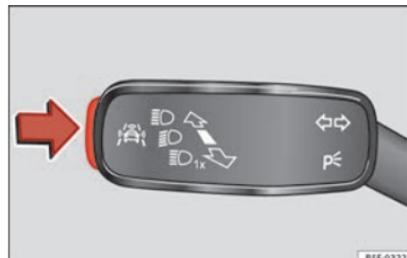

Fig. 44 Sur le levier des clignotants et des feux de route : touche des systèmes d'aide à la conduite.
- Appuyez brièvement sur la touche » fig. 44 dans le sens de la flèche pour ouvrir le menu **Assistants**.